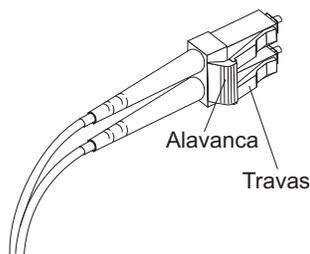

Figura 23. Alavanca e Travas do Cabo Fibre Channel LC-LC
1. Na extremidade do cabo LC-LC que se conecta ao módulo SFP ou à placa de barramento host, pressione e segure a alavanca para soltar as travas, como mostra a Figura 23.